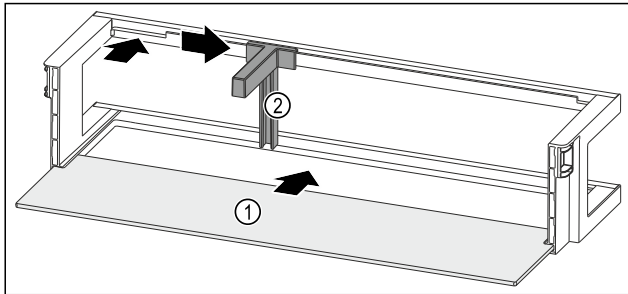

Fig. 166 Balconcino controporta con ripiano
- Inserire il ripiano Fig. 166 (1) negli incavi laterali.
- Inserire il fermabottiglie Fig. 166 (2) nell'incavo.
- Fare scorrere il fermabottiglie Fig. 166 (2) lateralmente alla posizione desiderata.